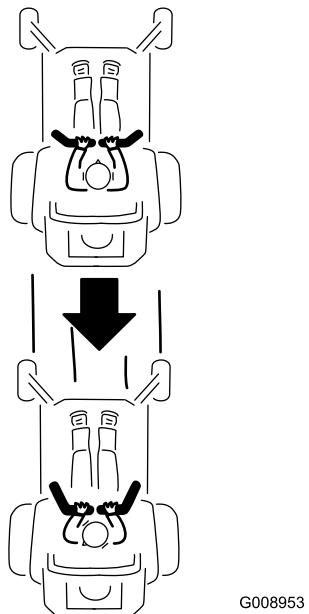

Рисунок 25
- Для перемещения назад медленно передвиньте рычаги управления движением назад (Рисунок 25).